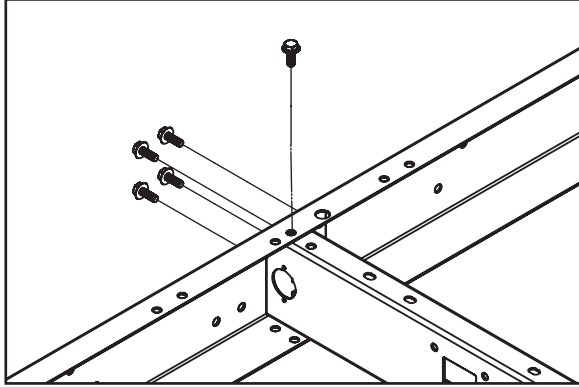

Fig. 5
Étape 9 : Boulonnez la poutre transversale centrale (n° 4) au centre de la longue poutre de rail (n° 6). Placez la poutre transversale centrale (n° 4) au centre de la longue poutre de rail (n° 6) comme indiqué (fig. 5) et fixez-la sans serrer à l'aide de cinq boulons M10 x 30 mm (n° 1) et écrous M10 (n° 2).